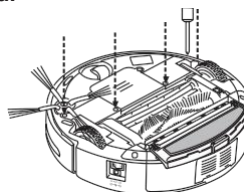

Рис.1
1. С помощью отвертки открутите винт фиксирующий правое/левое колесо. (См. Рис.1)